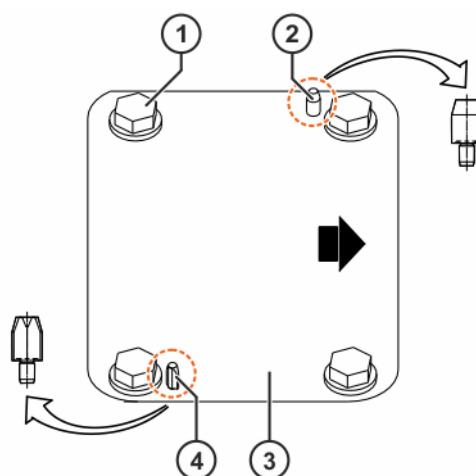

Abb. 7-4: Maschinengestellbefestigung einbauen
1. Auflagefläche des Roboters reinigen (>>> Abb. 7-4).